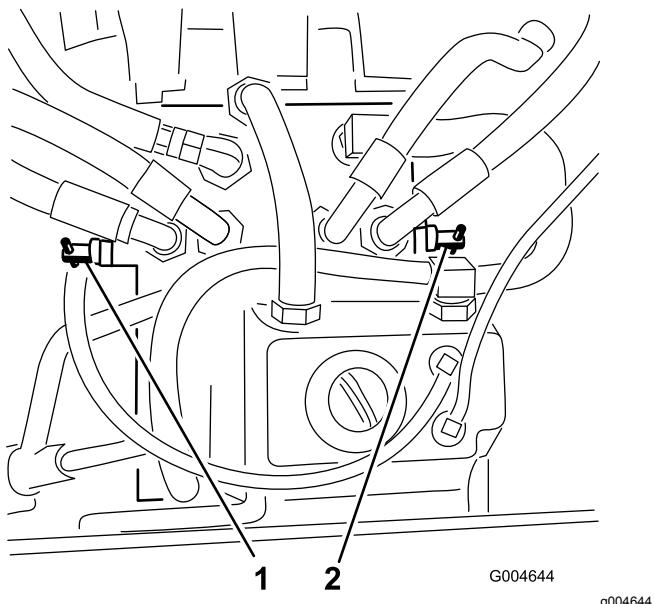

Figura 53
3. Gire las válvulas de desvío una vuelta en el sentido contrario a las agujas del reloj (Figura 53).
Gire cada válvula de desvío 1 vuelta en el sentido de las agujas del reloj y apriételas a mano (Figura 53).